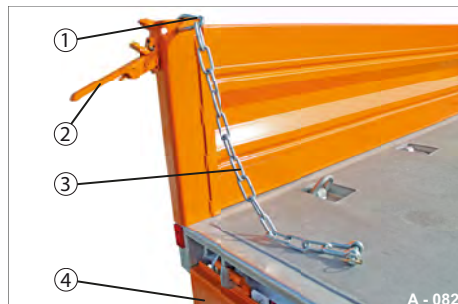

Abb. 83 Heck-Bordwand geöffnet
- ▶ Entriegeln Sie die Verschlüsse der (Abb. 83/2) Heck-Bordwand (Abb. 83/4).